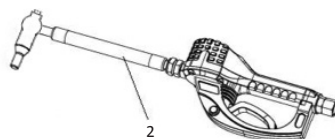

FIG. 3
1. Gjeng forlengelsesslangenippelen (2) i målerutløp med minst tre fulle omdreininger. (FIG. 3). Ikke bruk en bøy/lås eller manuell avstengingsdyse. Du må bruke en automatisk dyse på måleren, hvis ikke kan måleren skades.